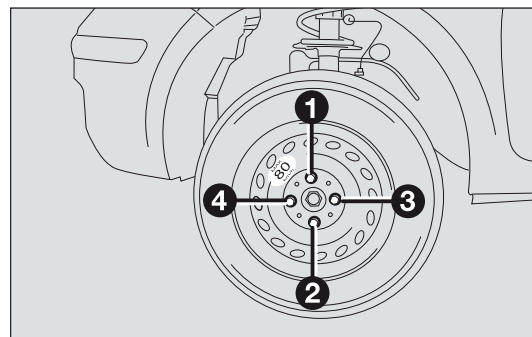

fig. 127
- ☐ apriete bien los tornillos, pasando alternativamente de un tornillo al diametralmente opuesto, siguiendo el orden indicado en la fig. 127.